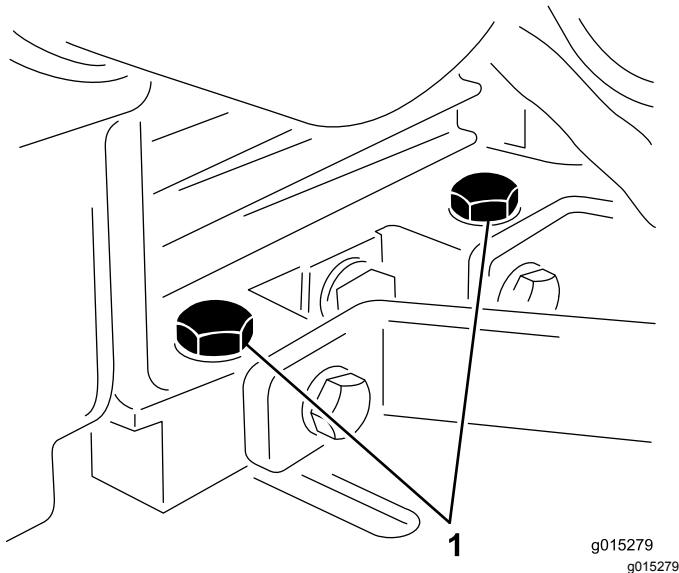

Bild 21
2. Lösen Sie die Motorbefestigungsschrauben (Bild 21).